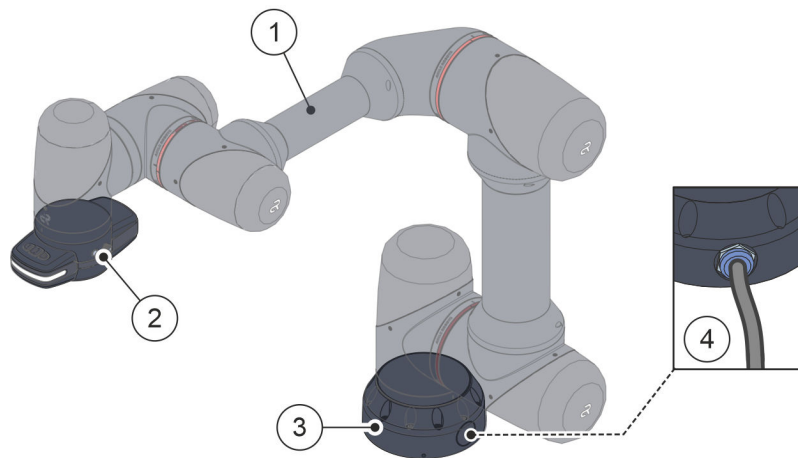

Abb. 4 Medienflansch und Roboterbasis
- ① Roboterarm
- ② Medienflansch
- ③ Roboterbasis
- ④ Verbindungskabel (Roboter – Robotersteuerung)
Der Roboter wird an der Roboterbasis Abb. 4 / ③ mit der Montagefläche verschraubt. An der Roboterbasis ist das Verbindungskabel Abb. 4 / ④ für die Verbindung von Roboter und Robotersteuerung fest angeschlossen.
Über den Medienflansch Abb. 4 / ② können Werkzeuge oder andere Vorrichtungen an den Roboter angeschlossen werden.